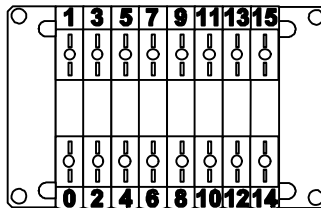

Bild 3/7: Adressbelegung CPV-Ventilinsel mit IC-Anschluss und 8 Ventilplätzen
- Die Zählweise beginnt von links nach rechts, auf den einzelnen Ventilplatten von vorne nach hinten (siehe Bild 3/7).